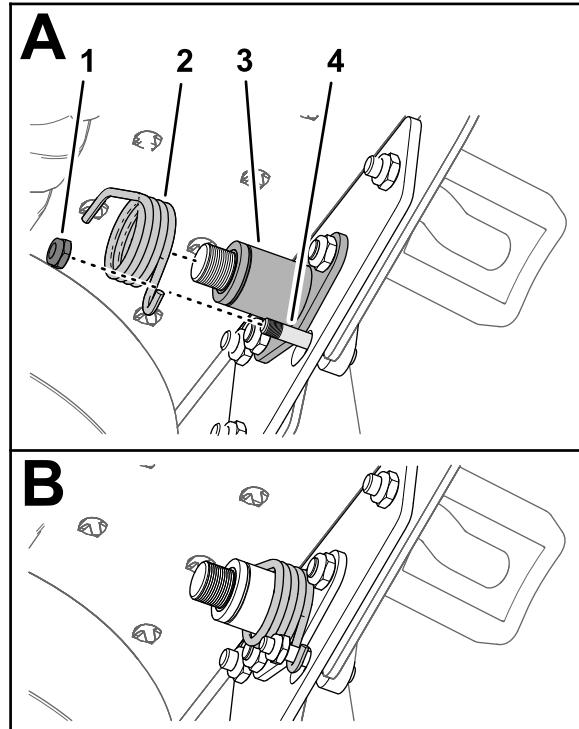

Figura 13
11. Deslice el muelle de torsión sobre la placa del casquillo, enganchando un extremo del muelle en el espárrago pequeño del pedal de bloqueo y presionando el otro extremo contra la chapa de suelo (Figura 13).
12. Sujete el muelle de torsión al espárrago pequeño con una contratuerca (1/4"); consulte la Figura 13.